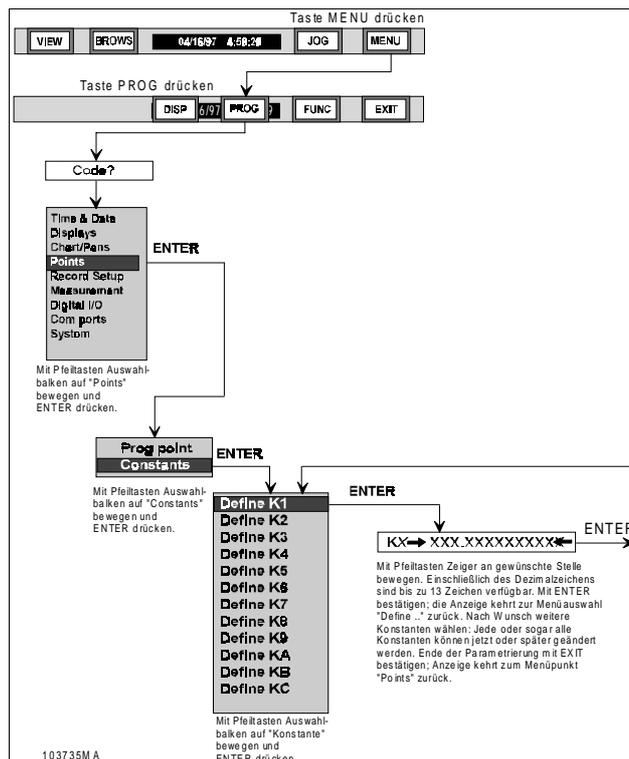

Bild 4-10 Ablaufdiagramm Konstanten eingeben
A. Konstanten eingeben - Beachten Sie die folgenden Anweisungen und das Ablaufdiagramm in Bild 4-10, um Konstanten zu definieren: